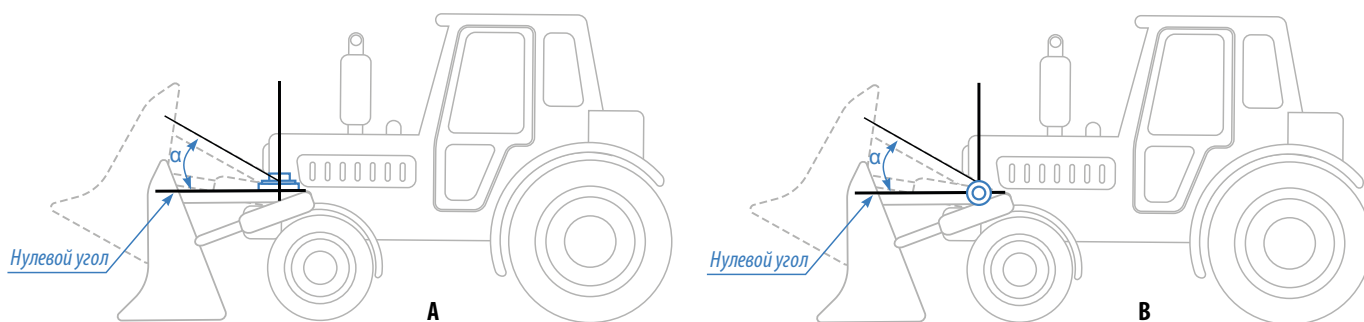

Рис.3. Пример установки датчика угла.
- Во всех режимах датчик осуществляет измерение угла наклона (α) относительно горизонтальной плоскости, обозначающей нулевой угол, кроме режимов «Тангаж» и «Крен». Начальное положение датчика при установке может быть произвольным, что позволяет установить его на любой подходящей плоскости. Например, на **Рис.3, (А)** датчик установлен на горизонтальной площадке, на **Рис.3, (В)** – на боковой площадке.